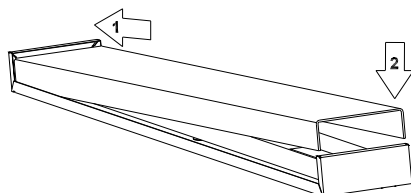

Figure 5
10. Install Diffuser by inserting one end into end plate over diffuser spacer, lift opposite end into fixture and shift into position. **See Fig. 5.**
7. Conectar todos los cables blancos de la luminaria al cable blancos de la alimentación usando los conectores de plástico. Conectar todos los cables blancos de la luminaria al cable blanco de alimentación usando los conectores de plástico. **Vea Fig. 5.**
10. Instale el Difusor insertando una Cubierta de Extremo plato sobre el Espaciador del Difusor, levante el extremo opuesto del luminario y mueva en posición. **Vea Fig. 5.**